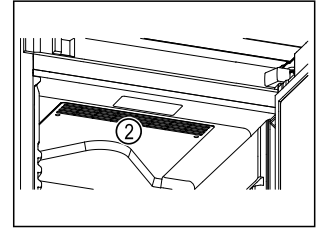

Fig. 62
- ❑ A belső térben lévő keringető ventilátor szellőzőnyílásait Fig. 62 (2) tartsa szabadon.